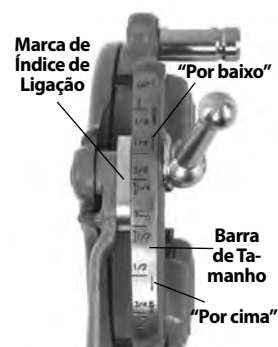

Figura 9 – Ajustar Tamanho da Rosca
3. Comece com a marca de índice de ligação alinhada com a marca de tamanho pretendida na barra de tamanho. Com cabeças de roscar Mono e Bolt, defina a marca da ligação na barra de tamanho. Para roscar parafusos com cabeça de roscar Universal, defina as tarraxas na linha BOLT na barra de tamanho (Figura 9).